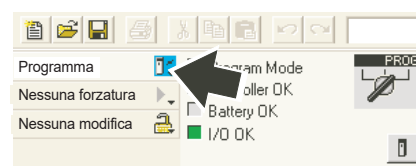

Figura 4.3.21j Fare clic sull'icona "Program" (Programma).
8. Fare clic sull'icona "Program" (Programma) (figura 4.3.21j) quindi selezionare "Go OffLine" (Offline) dal menu visualizzato.